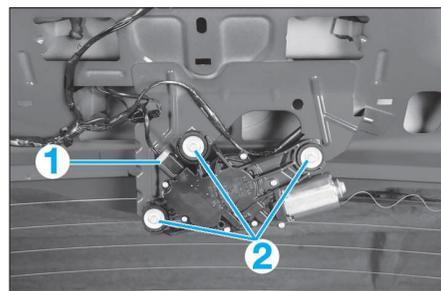

FIG. 73
- Déconnecter le connecteur (1) (Fig.73).
- Déposer les 3 vis (2) puis le moteur d'essuie-glace AR.